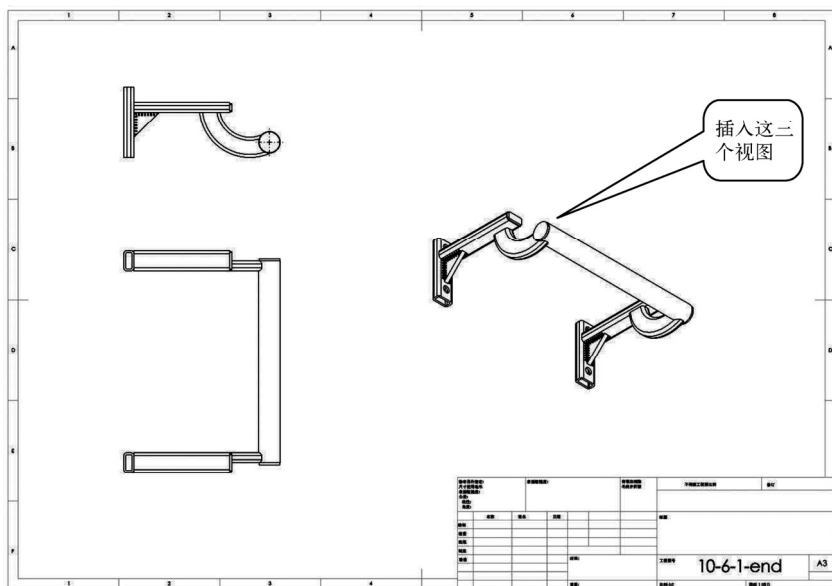

图 9-47 创建的焊件视图
STEP 6 完成上面操作后，将文件另存为“9.4.1JG.SLDPR”文件，然后新建一 A3 大小的图纸，选择此文件为建立工程图的零件，创建一前视图及两个投影视图，如图 9-47 所示。